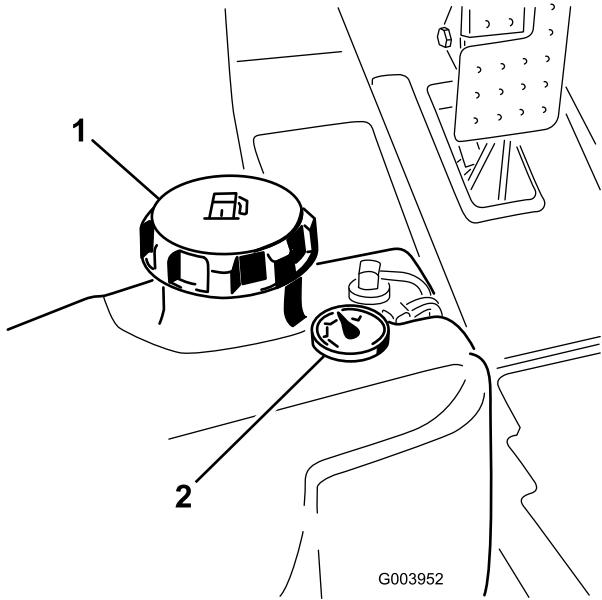

Figura 35
3. Togliete il tappo dal serbatoio carburante (Figura 35).